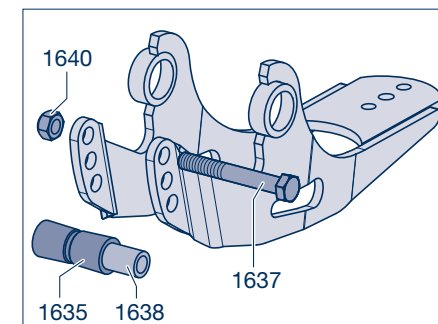

Рисунок 12
- [17] Забить палец ушка рессоры до конца кронштейна пневматической подвески. Проследить за тем, чтобы на втулке (1005) в направляющем рычаге (1000) были установлены защитные шайбы (1525) (см. рис. 12 на стр. 36).